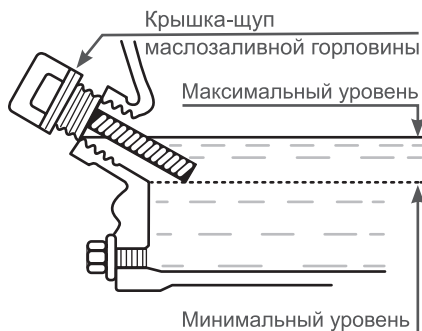

Рис. 7. Проверка уровня масла в картере
Максимальный уровень масла в картере соответствует нижней кромке заливного отверстия (Рис. 7).
- Аккуратно извлеките щуп и осмотрите его. Уровень масла должен соответствовать верхней отметке на щупе. При недостаточном уровне масла в картере необходимо долить чистое масло до верхней отметки на щупе, что соответствует нижней кромке заливного отверстия (Рис. 7).